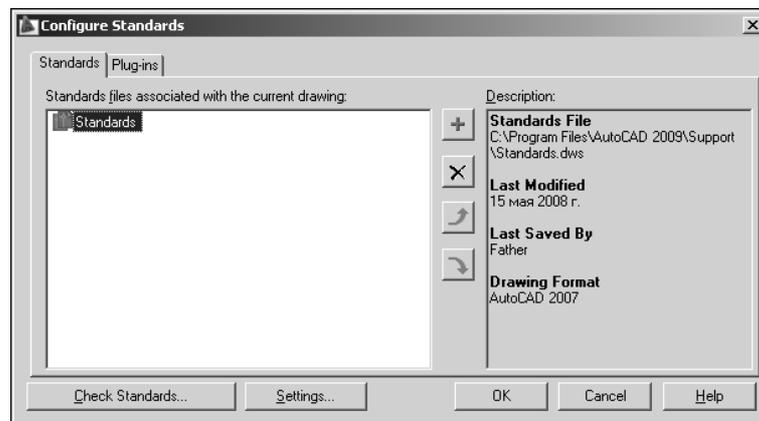

Рис. 6.40. Диалоговое окно **Configure Standards** (вкладка **Standards**)
8. Откройте диалоговое окно **Configure Standards** (Настройка стандартов) (рис. 6.40), введя выражение **standards** (“стандарты”) в командной строке или щелкнув на кнопке **Configure** (Настроить), которая находится на панели **Standards** (Стандарты) (вкладка **Tools** (Сервис)).